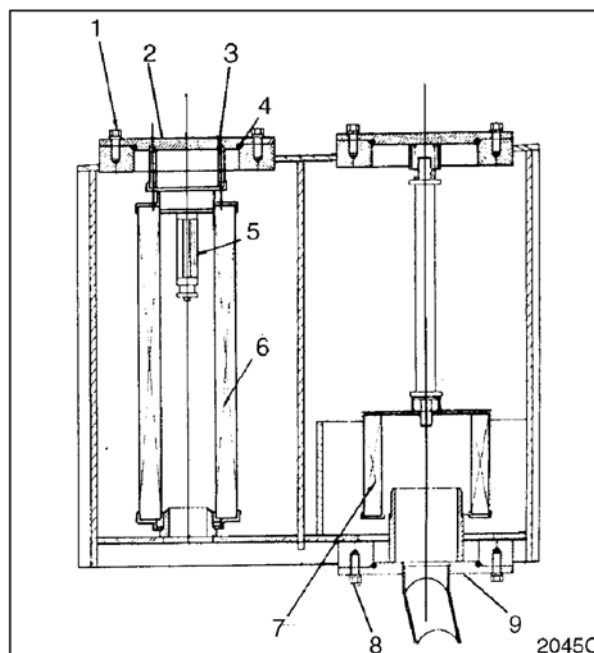

Рис. 85
5. Снять и очистить впускной сетчатый фильтр насоса (рис. 85) в гидробаке.
- A. Снять болты (8, рис. 85), удерживающие крышку сетчатого насоса (9).
Снять крышку сетчатого фильтра (9, рис. 85) и сетчатый фильтр (7) с гидробака.
- Снять сетчатый фильтр (7, рис. 85) с крышки сетчатого фильтра.
- D. Очистить сетчатый фильтр (7, рис. 85), используя негорючий, нетоксичный растворитель.
- E. Установить сетчатый фильтр (7, рис. 85) на крышку сетчатого фильтра (9).
- F. Вставить сетчатый фильтр (7, рис. 85) и крышку (9) в бак.
- G. Установить и затянуть болты (8, рис. 85), удерживающие крышку (9).